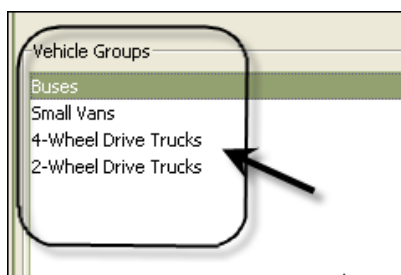

Рис. 153
- Имена(-я) групп(-ы) транспортных средств, созданные выше в шаге 3 добавляются в список групп транспортных средств на экране в части «Vehicle Groups» [Группы транспортных средств]. На Рис. 153 перечислены четыре группы транспортных средств: «Buses» [Автобусы], «Small Vans» [Малые фургоны], «4-Wheel Drive Trucks» [Полноприводные грузовые автомобили] и «2-Wheel Drive Trucks» [Заднеприводные грузовые автомобили].